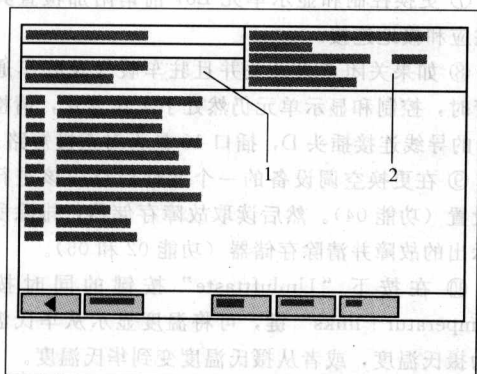
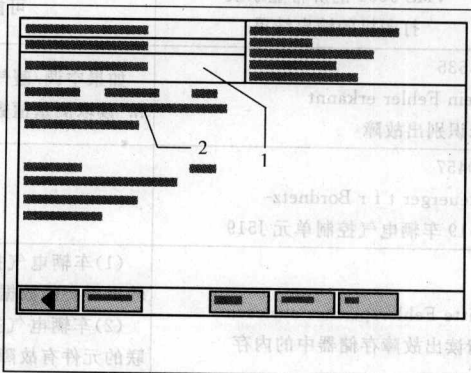

图 1-1 VAS 5051 的显示屏显示区 1
图 1-3 V. A. S 5051 的屏幕显示
(1) 请等待,直到“Diagnosefunktion auswählen(选择诊断功能)”出现在 VAS 5051 的显示屏显示区 1 中,如图 1-1 所示。
(1) 控制和显示单元 E87 在以下情况下会自动将运行方式调为“ECON”：控制和显示单元新安装后未进行基本设置，或是高压传感器 G65 测得的压力太高或太低(压缩机不能打开)硬件/软件版本号从 0711 开始的，该情形被作为故障显示。
(2) 如果控制和显示单元 E87 在点火开关打开后自动调到工作方式“OFF”并且在点火开关开着时只能转到工作方式“Def”(其他位置不可能)，其原因可能是打开点火开关的钥匙并不对本车开放，或者组合仪表板控制单元未通过舒适设备数据总线发送点火钥匙号(适用于硬件/软件版本号在 0711 之后的 E87)。
(3) 点火开关关着时将车辆诊断、测量和信息系统 VAS 5051 通过诊断电线 VAS 5051/1 与 16 针诊断插头连接，并选择“地址码”08 空调/暖气装置电子装置。
V. A. S 5051 的屏幕显示如图 1-1 所示。
(4) 选择功能“02 查询故障存储器”。
V. A. S 5051 的屏幕显示如图 1-3 所示。
(6) VAS 5051 的屏幕显示如图 1-1 所示。
(7) 结束输出(功能 06)。
(8) 关闭点火开关并拔下诊断插头。